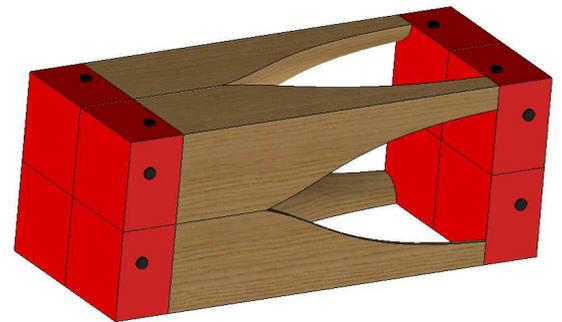

Figure 11 : Carrelets collés
- Appliquer la colle, pivoter les carrelets de la façon suivante (Figure 11):